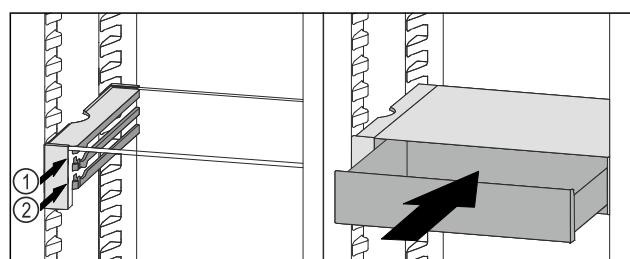

Fig. 111
- ▶ Predal VarioSafe namestite za zaustavljalnimi elementi na želeni nastavek Fig. 111 (1) ali Fig. 111 (2).